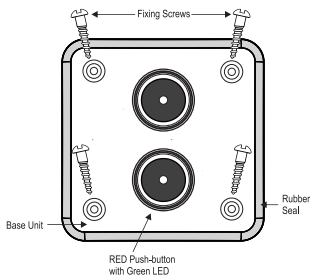

Fig.2
- Fissare l'unità base con le quattro viti di fissaggio fornite nella confezione del dispositivo (vedi Fig.2)